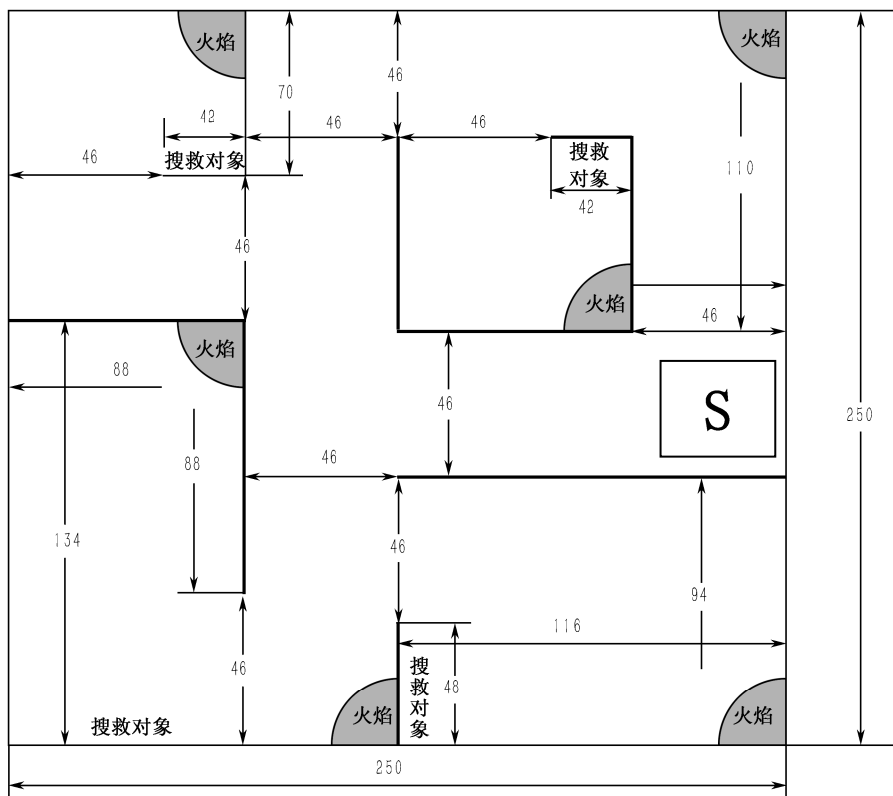

图 9-1 中国教育机器人大赛机器人灭火比赛场地图
中国教育机器人灭火比赛的比赛场地如图 9-1 所示。图中标明了场地的总体尺寸，房间布局 and 模拟火源的摆放位置，单位为 cm。其他有关比赛场地的技术特征和要求描述如下：
- ① 模拟房间的墙壁高 33cm，材质不限，颜色不限定。
- ② 比赛场地地板不做特殊要求，只要平整即可。地板允许有接口，但接合处也必须平整。场地平整度要求：在不连续区域小于 0.2cm 水平误差。
- ③ 一些机器人可能采用泡沫、粉末或者其他物质来扑灭蜡烛火焰，所以每场比赛后应清理场地。
- ④ 机器人必须从比赛场地中代表起始位置的正方形中开始启动，如图 9-1 中标有“S”的正方形，代表起始位置。正方形边长为 30cm，正方形的对角线交点将设在 46cm 宽的走廊的纵向中心线上。
- ⑤ 比赛场地周围的照明没有特殊要求。机器人灭火比赛的挑战特点就在于机器人应能够在一个含不确定照明、阴影、散光等实际情况的环境中运行。
- ⑥ 代表火焰的蜡烛的有效高度（指火焰底部距场地表面的距离）为 15~20cm，蜡烛是